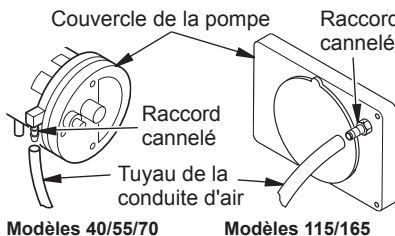

Figure 27 - Tuyau de la conduite d'air et raccord cannelé
4. Inspectez les tuyaux de la conduite de carburant et d'air pour des fissures ou des trous. Si le tuyau de la conduite de carburant est endommagé, débranchez-le de l'adaptateur de la buse d'aération (voir figure 23 ou 24) ainsi que du filtre à carburant (voir *Filtre à carburant*, page 11). Si le tuyau de conduite d'air est endommagé, débranchez-le de l'adaptateur de la buse d'aération (voir figure 23 ou figure 24, page 13, selon le modèle) ainsi que du raccord cannelé sur le couvercle de bout de pompe (voir figure 27).
5. Installez une nouvelle conduite de carburant ou une nouvelle conduite d'air. Attachez une extrémité du tuyau de la conduite d'air au raccord cannelé sur le couvercle de bout de pompe (voir figure 27) et l'autre extrémité à l'adaptateur de la buse d'aération (voir figure 23 ou figure 24, page 13, selon le modèle). Attachez une extrémité du tuyau de conduite de carburant au filtre de carburant (voir *Filtre de carburant*, page 11) et l'autre extrémité à l'adaptateur de la buse d'aération (voir figure 23 ou figure 24, page 13, selon le modèle).